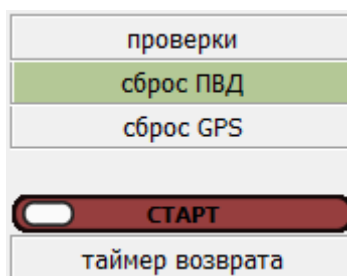

Рисунок 75 – Окно группы кнопок инструмента «Старт»
9.3 Инструмент «Старт» предназначен для открытия/закрытия окна, содержащего группу кнопок, позволяющих производить подготовку и контроль готовности БВС к полету (Рисунок 75).